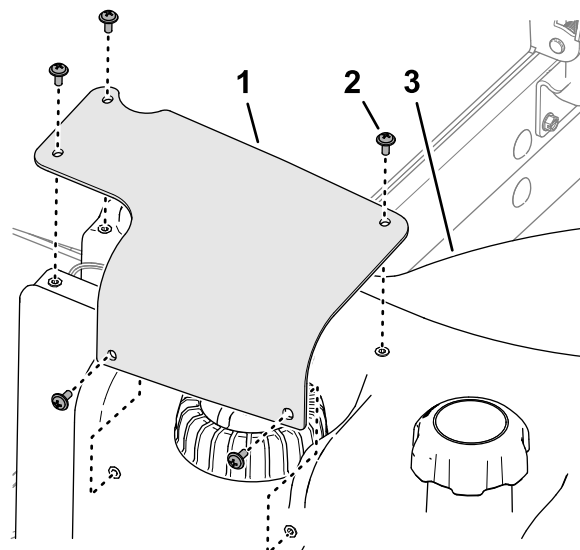

**Figure 98**
6. Débranchez le connecteur du faisceau du transmetteur de niveau de carburant sur le connecteur du faisceau de la machine (Figure 98).